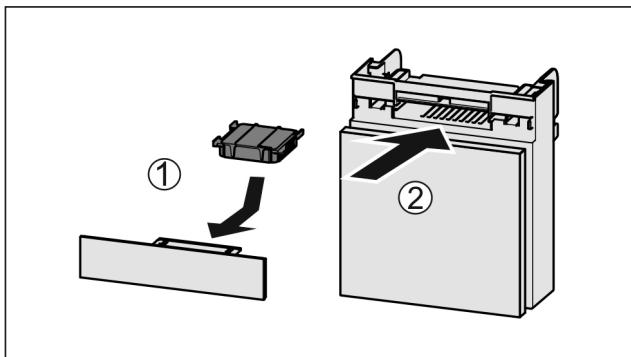

Fig. 178
- Aktivkohlefilter nach Abbildung einsetzen Fig. 178 (1).
- Fach einschieben Fig. 178 (2).